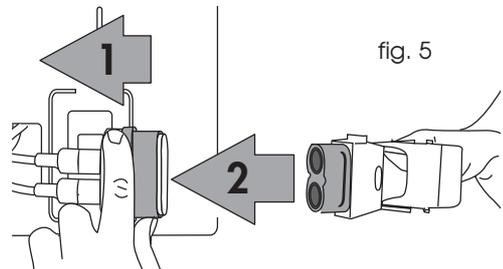

fig. 5
- 3) Encaje el empalme rápido macho en el empalme rápido hembra desplazando hacia atrás la abrazadera. Encaje el empalme macho a tope, hasta oír el enganche, a continuación suelte la abrazadera (fig. 5).